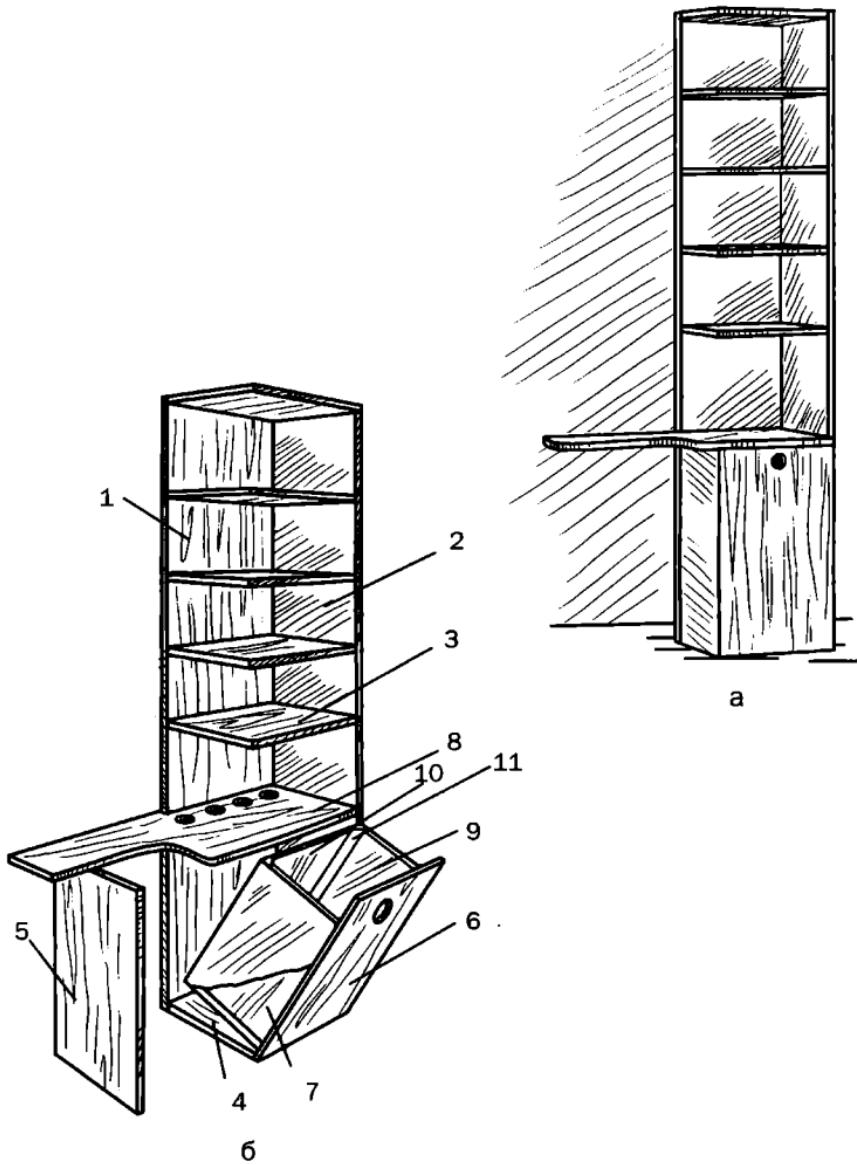

Рис. 109. Стеллаж-башня: а — общий вид; б — схема сборки:
I. Стеллаж-башня (рис. 109) — это оптимальный выход для ванной комнаты, поскольку он расположен в углу. Дополнительное удобство создает консоль, размер которой вы можете выбрать в соответствии с возможностями помещения.